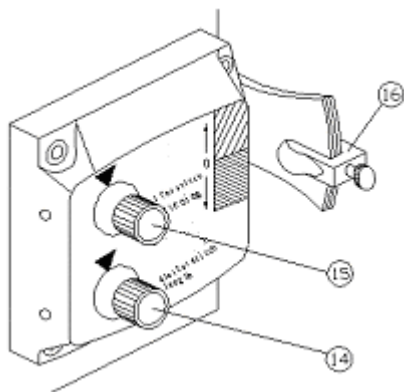

Fig. 4
La duración de punto es ajustada by means of el disco de marcar de "Ajuste de longitud de punto" clasificado (14). Si el disco de marcar es puesto en el número "0" la puntada será de la duración mínima. Girando el disco de marcar en sentido de las agujas del reloj tan lejos como el número "8" ajustará la puntada a su longitud máxima. Fig. 4.
La longitud de la puntada largo - cortocircuito o la puntada pequeño - larga es ajustada by means of el disco de marcar de rectificación de punto clasificado (15). Obtener la corrección máxima de la puntada el disco de marcar debe ser puesto en el número "6" Girar el disco de marcar en sentido de las agujas del reloj hacia el número "0" no reducirá la corrección a nada. Fig. 4.
- (f) Retire los cuatro tornillos que sujetan la caja de ajuste de punto (104) y quítese él. Después de haber verificado y ajustado los tres niveles principales si necesario, reinstale la caja siguiendo las instrucciones para desmontar la orden, insertar el alfiler enlazando (94) en la caja ensamblada antes de adjuntar la primavera del lengthener de punto en marcha atrás. Atención: A de nivel debe ser examinado en busca del disco de marcar clasificado (15) para la corrección de la puntada girada hasta donde entrará en una dirección en sentido contrario a las agujas del reloj con el propósito de que el alfiler (105) esté al final del reverser (106). Antes de comenzar el ajuste del transporte, ponga la corrección de punto al cero y la duración de punto al máximo. Éstos que se ponen son hechos by means of los discos de marcar clasificados apropiados (14-15). Fig. 4.